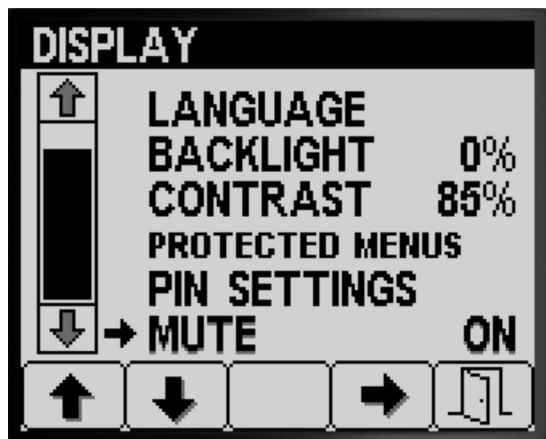

Figura 30
1. Pulse el botón 1 o el botón 2 para desplazarse a la opción SILENCIAR (Figura 30).